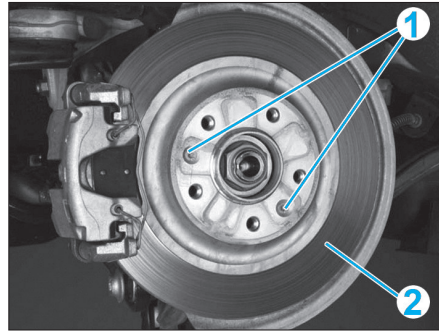

Fig. 29
- les vis (1) (Fig.29),
- le disque de frein (2).